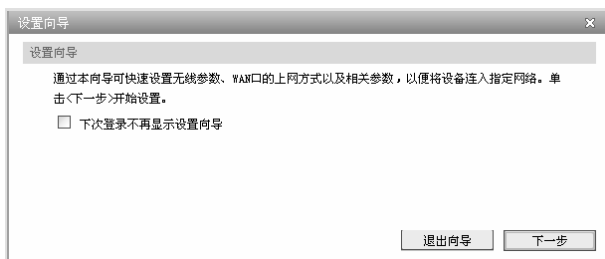

图 5-3 设置向导
3. 成功登录后会弹出设置向导界面，如图 5-3所示。如果没有自动弹出，可以单击主页左侧**设置向导**菜单进入。下面以MR308VPN为例介绍设置向导功能，MR300VPN/MR450VPN会略有不同。单击“下一步”，开始设置。